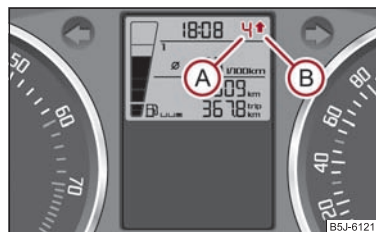

Abb. 17 Schaltempfehlung für Gangwechsel
Im Display des Kombi-Instruments wird eine Information zum geschalteten Gang (A) ⇒ Abb. 17 angezeigt.